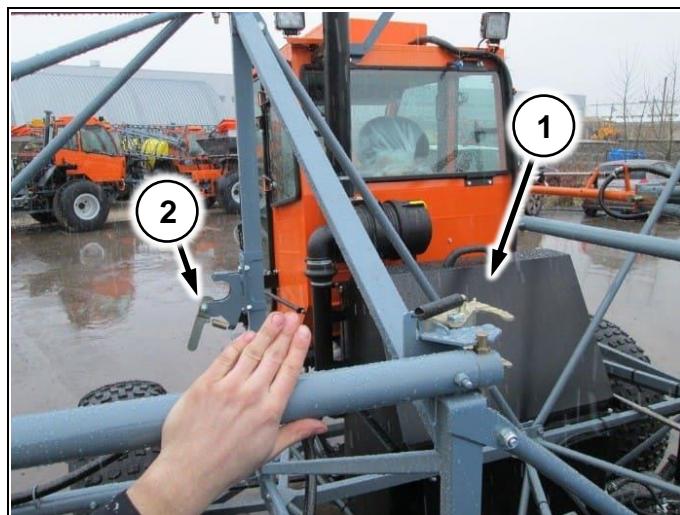

Рис. 67
4. Убедиться, что пальцы корневой секции попали в упор и закрыть замок (Рис. 67/1)
Перед раскладыванием штанг убедиться, что замок концевой секции на пирамиде (Рис. 67/1) открыт!
Флажки на штангах идентичные и выглядят как на Рис. 67/2